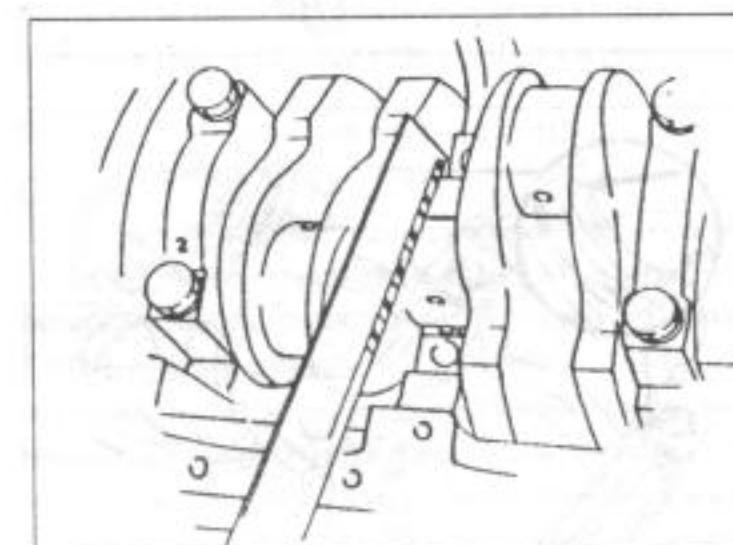

Рис. 98.
- теперь замерять с помощью шаблона, поставляемого в комплекте с набором "Plastigage", самое широкое место полоски прижатого куска привода (рис. 98). Если этот номер у главного и шатунного подшипников не находится внутри предельных раз-